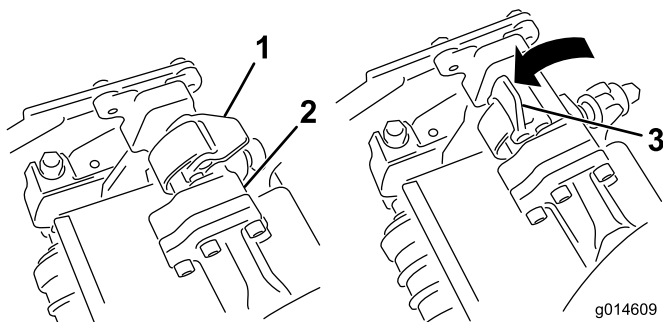

Figure 33
4. Fermez les verrous autour de la barre du plateau de coupe et bloquez-les en place (Figure 33).
4. Ouvrez les verrous sur la barre du bras de suspension appartenant au plateau de coupe que vous voulez déposer (Figure 33).